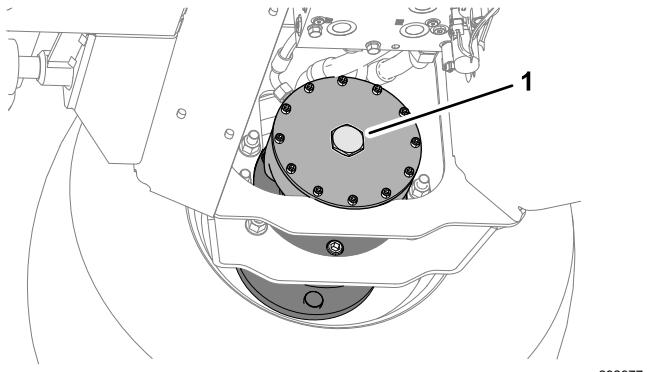

Figura 46
2. Montate il tappo esagonale sulla piastra terminale del motore (Figura 46).
6. Riponete i 2 bulloni 12 x 40 mm e le 2 rondelle da 12 mm che si trovano nelle guide di sostegno della pedana (Figura 46).